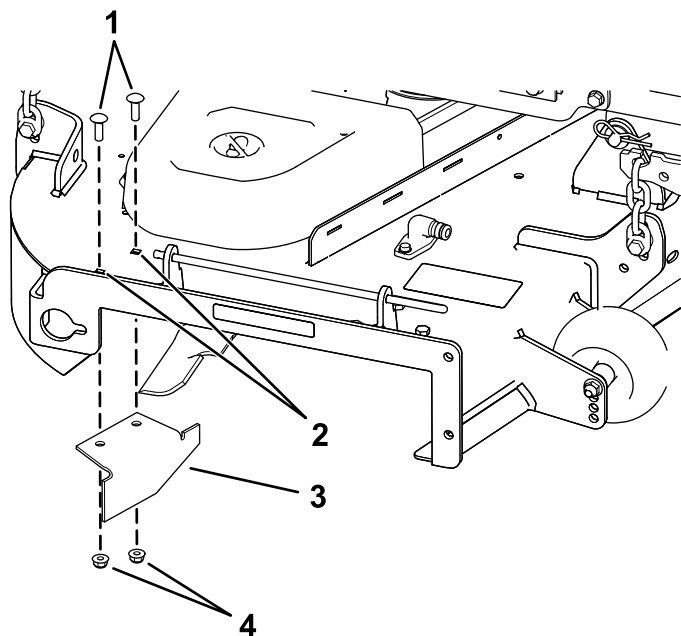

Bild 20
14. Suchen Sie das Versatzablenklech in den losen Teilen und entfernen Sie die Befestigungen in den hinteren Löchern der Auswurfplatte. Befestigen Sie das Ablenklech in der Seitenauswurföffnung am Mähwerk (Bild 20).